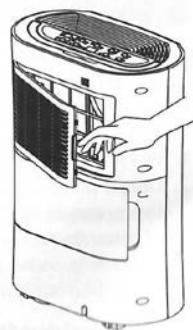

Рис. 7
- Снимите с прибора воздухозаборную решетку (6) и картридж угольного фильтра (13) (рис. 7).